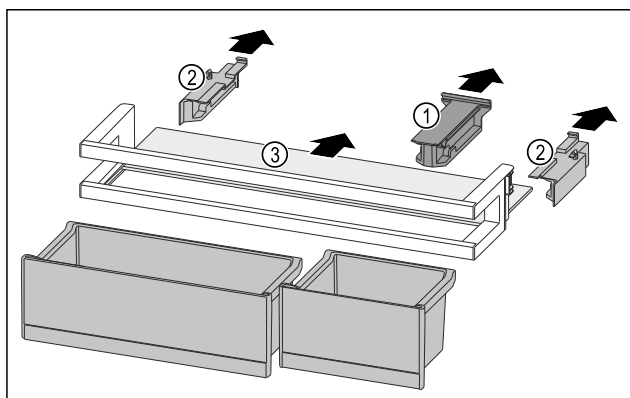

Fig. 127
- Retirer la pièce de retenue Fig. 127 (1).
- Retirer les parties latérales Fig. 127 (2).
- Retirer la tablette de rangement Fig. 127 (3).